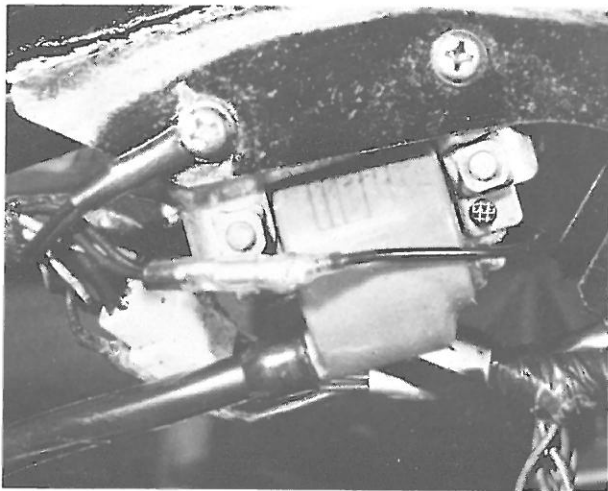

Bild 168
- Nachdem sich Störungen an den Unterbrecherkontakten bei genauerem Hinsehen leicht feststellen lassen, sind die häufigsten versteckten Fehlerquellen im Zündstromkreis der Kondensator und die Zündspule. Hat man den Kondensator durch Auswechseln als einwandfrei erkannt, so bleibt vor allem noch die Zündspule übrig (Bild 168).